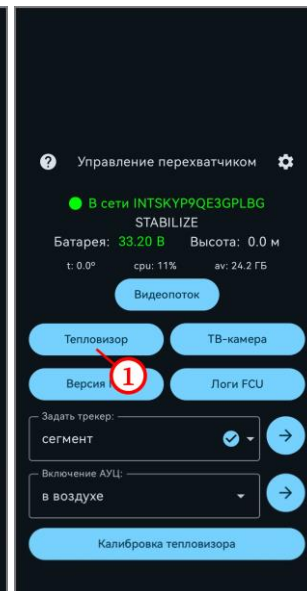

Рисунок 12
- нажать на кнопку «Тепловизор» (рисунок 12, шаг 1);